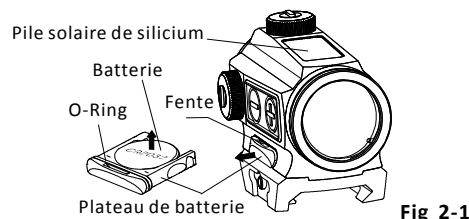

Fig 2-1
- a) élimination de la batterie (figure 2-1) :